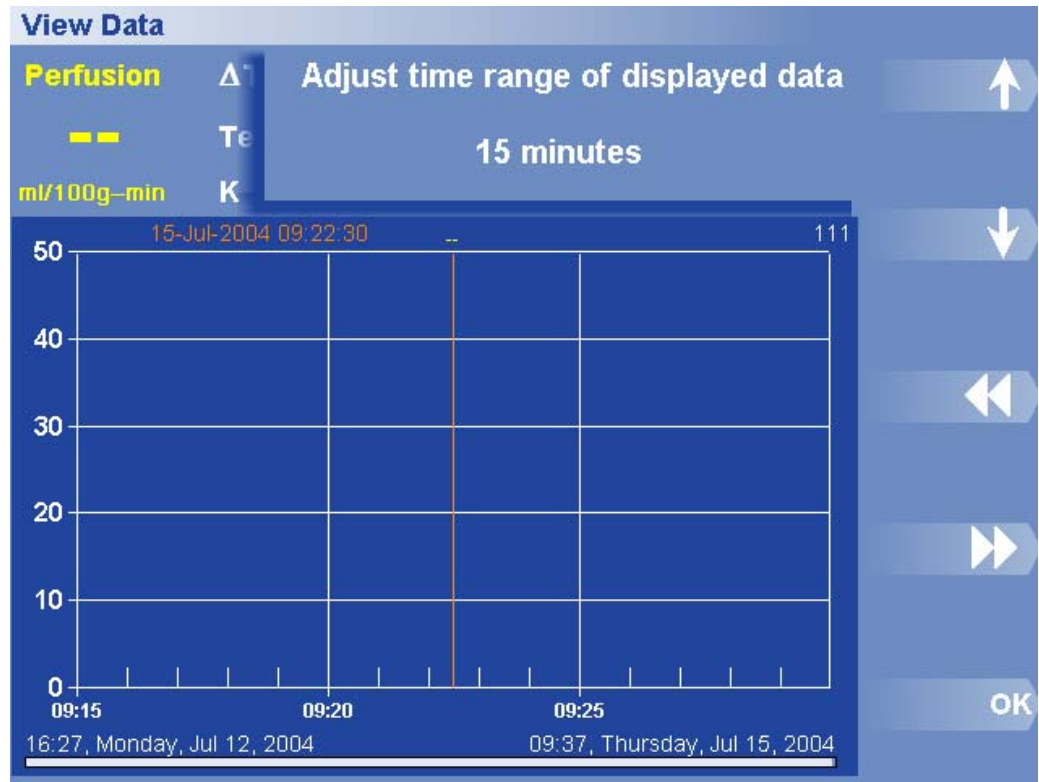

Figura 33. Caixa de Diálogo e Menu Definir Intervalo de Tempo
2. Prima Set Time Range (Definir Intervalo de Tempo). Aparece a caixa de diálogo Intervalo de Tempo (Figura 33).